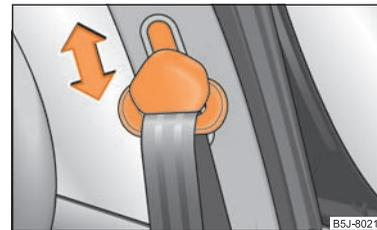

Abb. 108 Vordersitz: Gurthöheneinstellung
- Zum Einstellen drücken Sie auf den Umlenkbeschlag und verschieben ihn nach oben bzw. unten ⇒ **Abb. 108**.